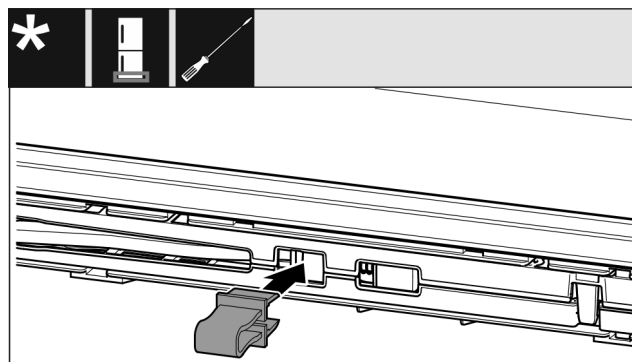

Fig. 14
- ▶ Фиксирайте предпазителя в отвора Fig. 14 0.